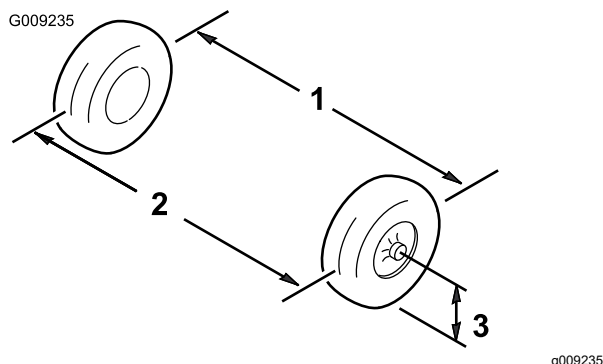

Figure 119
5. Mesurez la distance entre les roues avant à hauteur d'essieu, à l'avant et à l'arrière des roues (Figure 119).